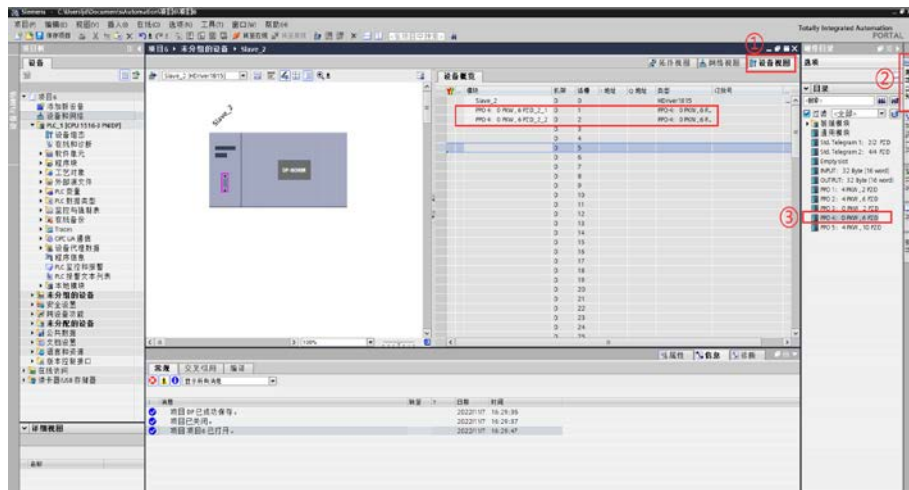
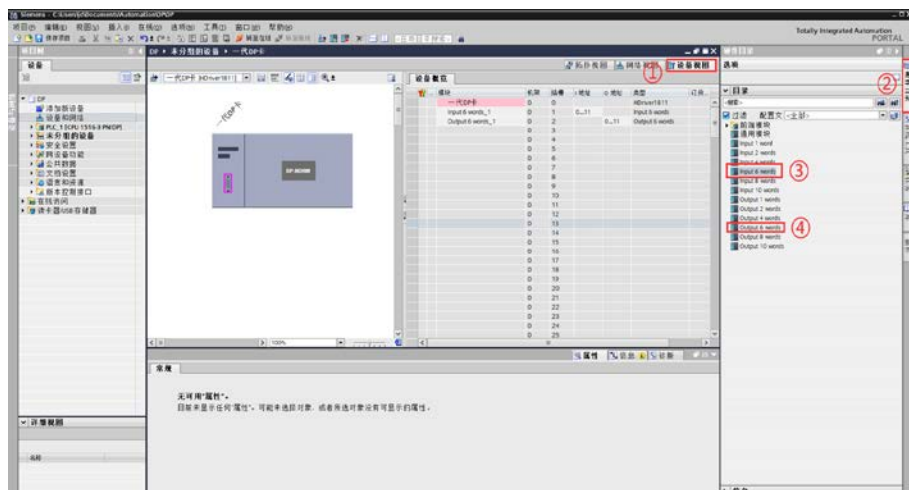

图 3.7 二代 DP 卡 I/O 配置
图 3.8 一代 DP 卡 I/O 配置
- 在设备视图下，选择对应的站点设备，点击右侧【硬件目录】，可以看到 DP 现场总线的发送接收字数选项，根据项目需求双击相对应的 Input Data # Word/Output Data # Word，如图 3.7、图 3.8 所示。DP 站点 I/O 配置的字数要与变频器配置总线发送接收字数一致，如不一致通信不能正常建立。需注意站点 I/O 配置时，Input Data # Word 在上面槽位，Output Data # Word 在下面槽位。